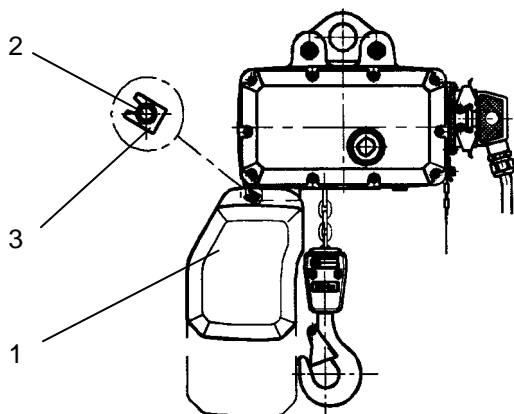

Figure 7
Avant la mise en service du palan à chaîne, fixer le bac de récupération de chaîne, voir **Fig. 7 (1)**. Pour cela, introduire l'axe **(2)** dans les alésages prévus dans le bac et le boîtier et l'immobiliser des deux côtés à l'aide des pinces de sécurité **(3)** introduites dans les rainures correspondantes.